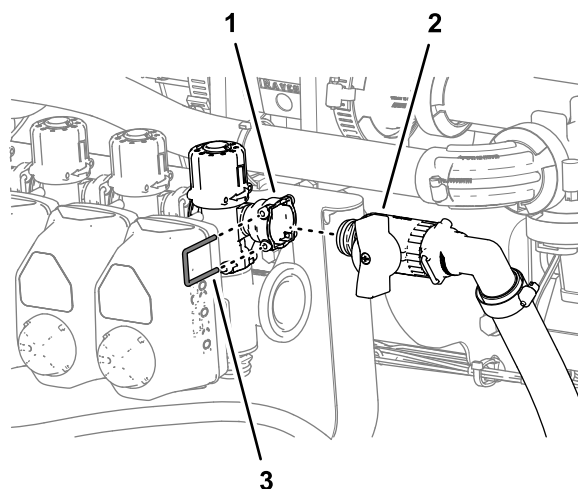

Рисунок 114
1. Установите быстроразъемный штуцер отсечного перепускного клапана с быстроразъемным штуцером (гнездом) перепускного клапана (Рисунок 114).
2. Закрепите быстроразъемные штуцеры перепускного отсечного клапана и перепускного клапана с помощью держателя (Рисунок 114), снятого при выполнении пункта 3 в разделе [Изменение положения перепускных клапанов – машины с дополнительным комплектом ручного распылителя или дополнительным комплектом электрического шлангового барабана](#) (страница 52).